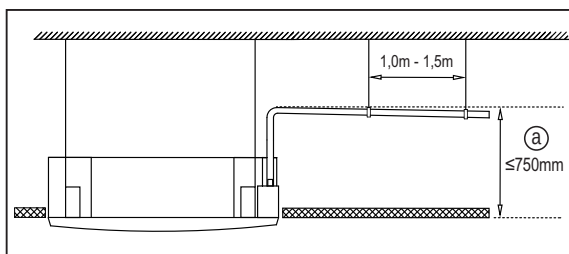

FIG. 24
- Se a saída do tubo de drenagem for mais alta do que a junta da bomba da unidade, utilize um tubo de elevação para a saída de exaustão da unidade interna. O tubo de elevação deve ser instalado a uma altura menor que 750mm em relação ao teto/forro ("a" na Fig. 24) e a distância entre a unidade e o tubo de elevação deve ser inferior a 300mm ("b" na Fig. 24). Caso a instalação não seja feita de maneira correta poderá causar retorno de água para a unidade e possível transbordamento (unidade interna "gotejando").
- Para evitar bolhas de ar, mantenha a mangueira de drenagem nivelada ou ligeiramente elevada (não mais que 75mm - detalhe "c" na Fig. 24).